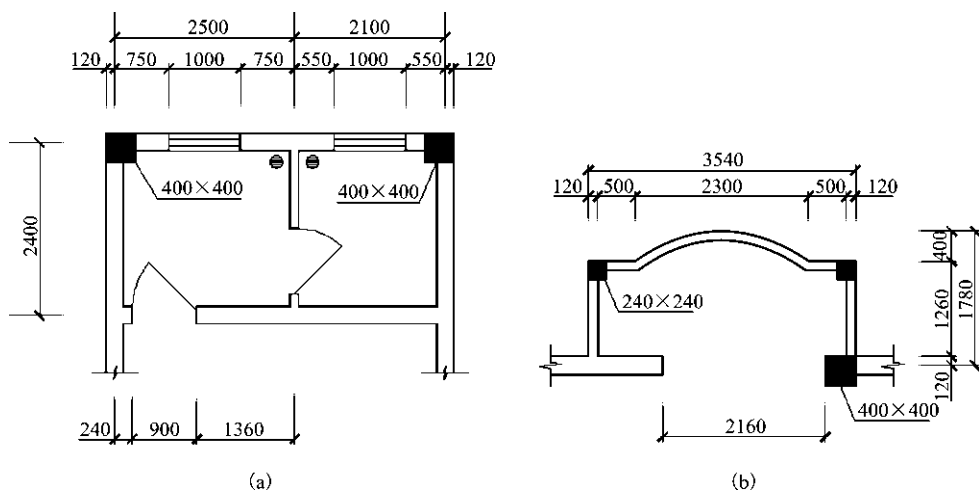

图 1-146 习题 15
15. 按图 1-146 规定尺寸精确绘图, 要求图形层次清晰, 图层设置合理。墙线宽度自行设置, 合理即可。